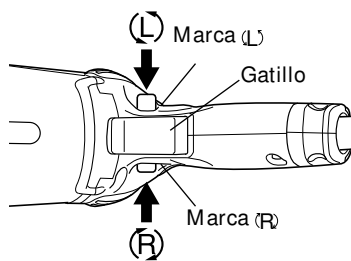

Fig. 6
9. Verifique la dirección de rotación (Fig.6).